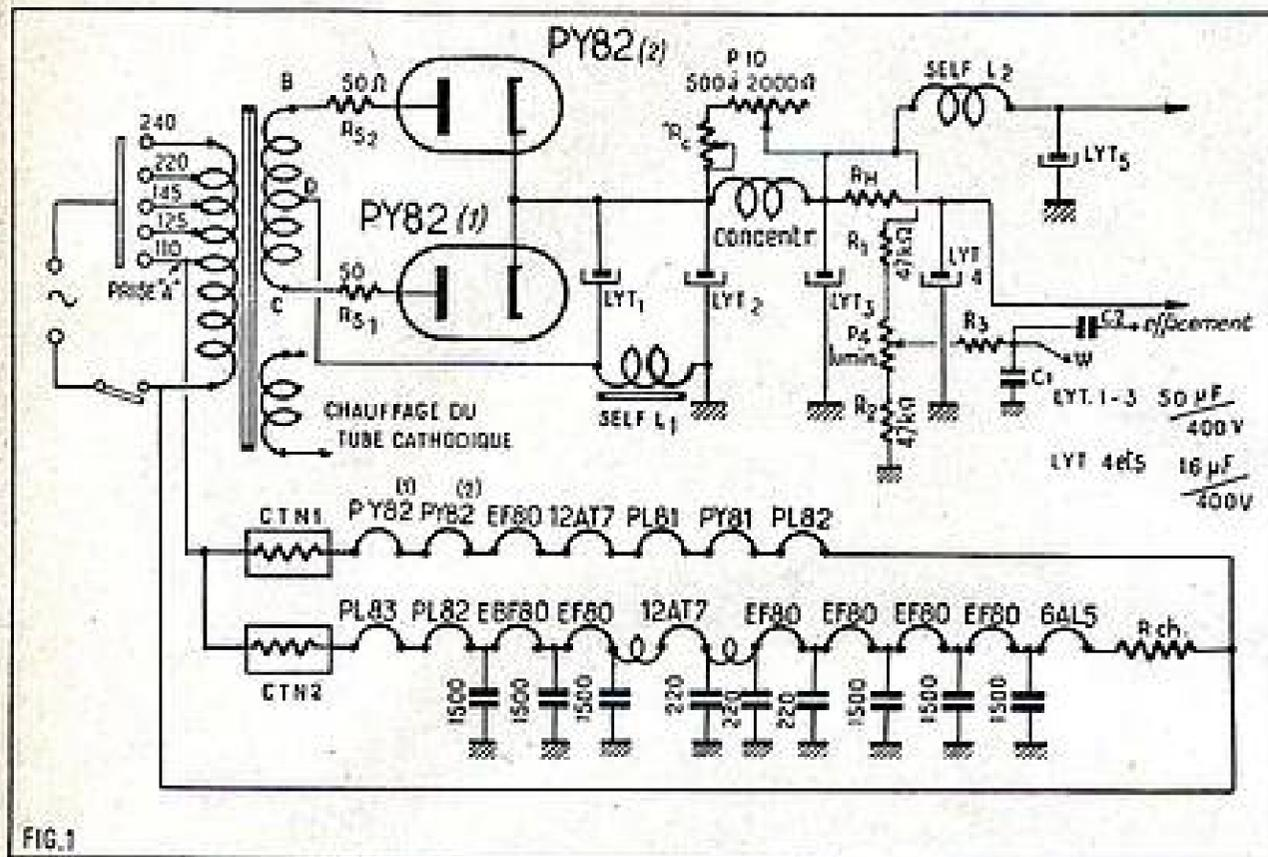

FIG. 1
Comme nous l'avons laissé entendre, notre téléviseur sera du type « mixte ». Tous les filaments des lampes sont chauffés en série et cette disposition pourrait faire conclure à un récepteur tous-courants (fig. 1). Pourtant, l'ensemble des chaînes est alimenté sur une prise spéciale (A) ménagée à cet effet sur le primaire du transformateur d'alimentation. Cette disposition présente le double avantage d'isoler parfaitement une extrémité des filaments d'un point de masse quelconque, et d'autre part, de maintenir toujours une tension constante aux bornes des filaments, quelle que soit la position du cavalier-fusible. De plus, le tube cathodique est chauffé séparément sur un enroulement spécial.